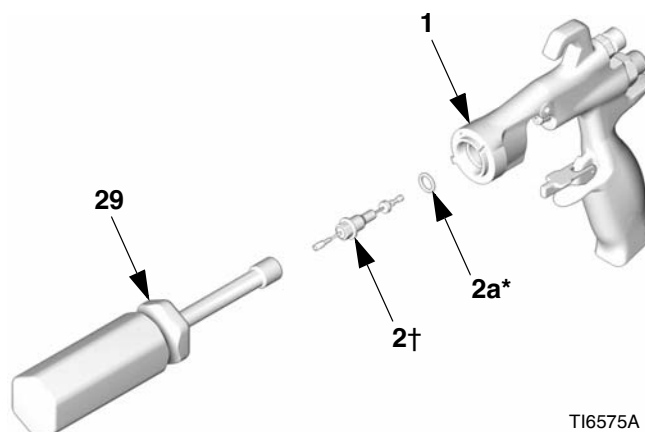
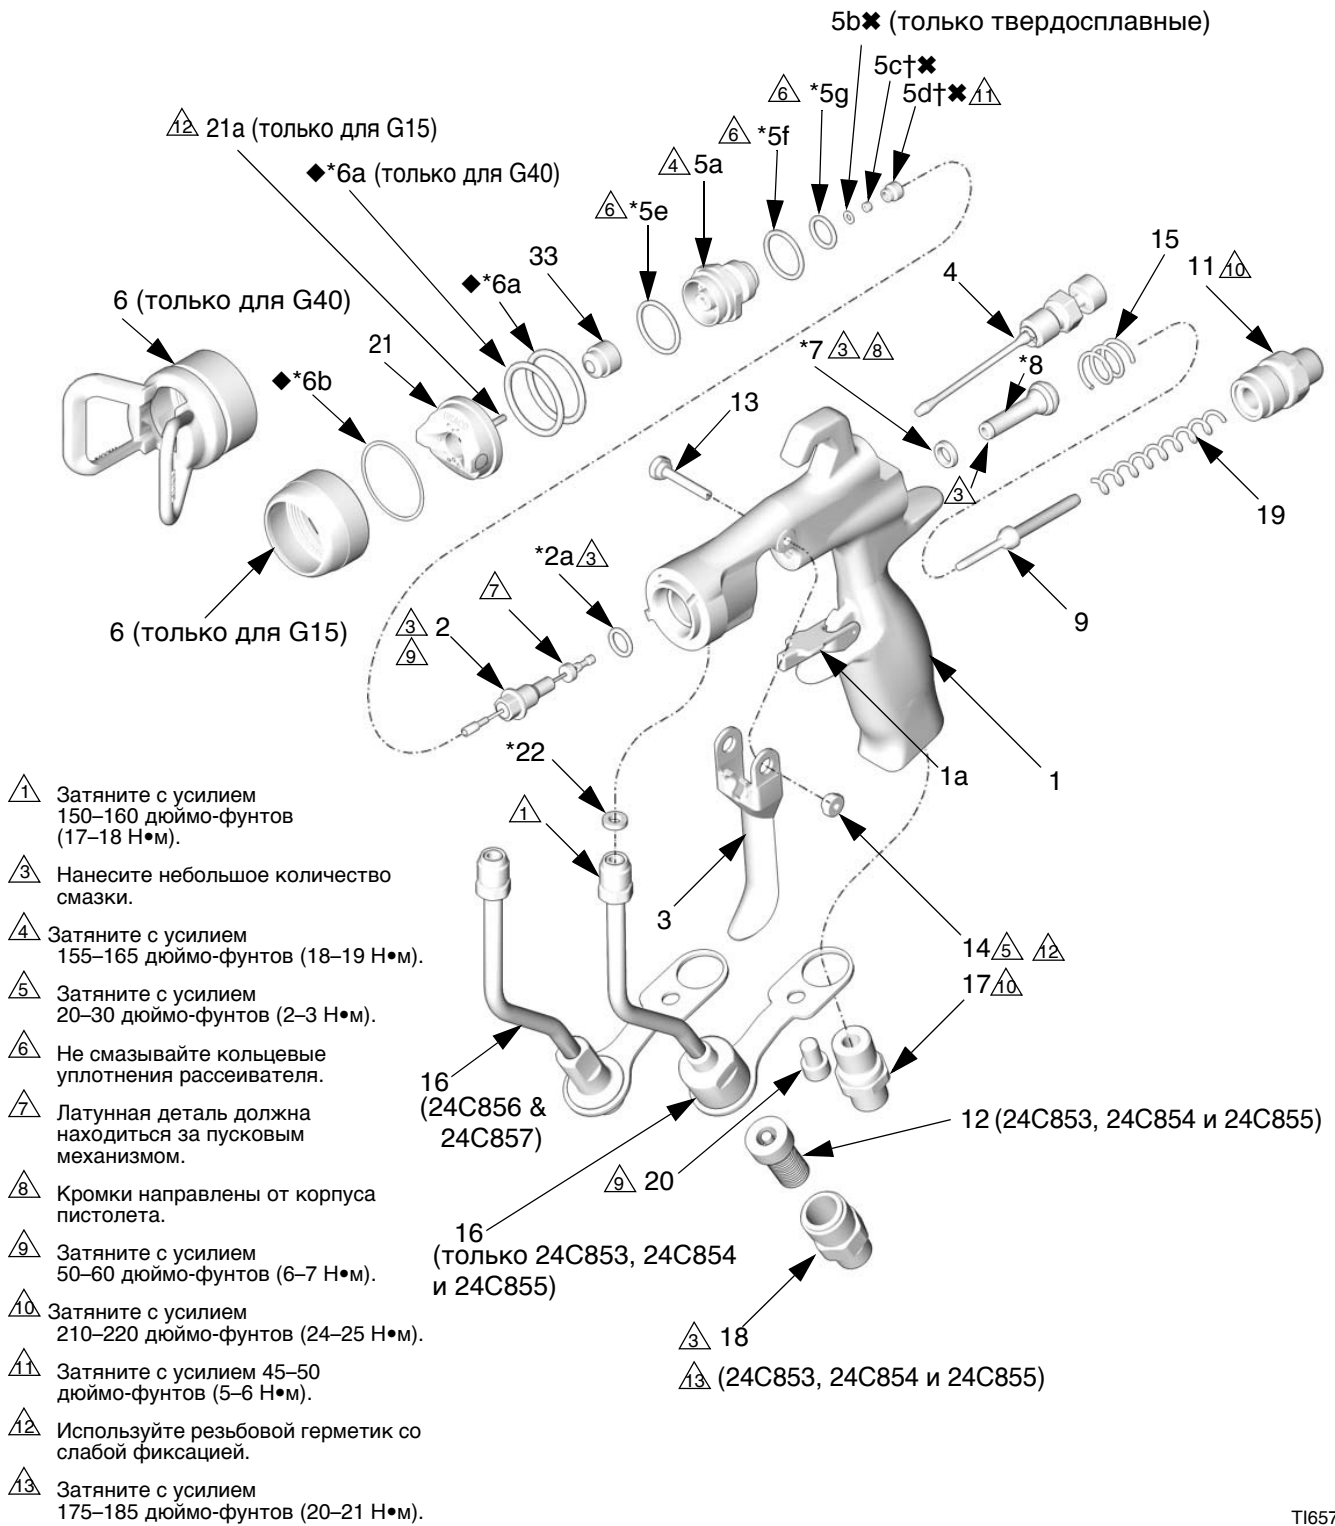

Рис. 42
Рис. 43
1. Установите прокладку трубки (22\*) в пистолет. Затяните вручную соединение трубки (С) на входном патрубке пистолета для жидкости. Затяните вручную входной патрубков для воздуха (17) и винт (20). Затяните соединение трубки для жидкости с усилием 150–160 дюймо-фунтов (17–18 Н•м). Затяните входной патрубков для воздуха с усилием 210–220 дюймо-фунтов (24–25 Н•м). Затяните винт скобы трубки жидкости с усилием 50–60 дюймо-фунтов (6–7 Н•м). См. Рис. 43.
2. Установите проходной фильтр для жидкости (12) в основание трубки для жидкости. Закрутите входной патрубков для жидкости (18) на основании трубки. Затяните с усилием 175–185 дюймо-фунтов (20–21 Н•м). См. Рис. 43.
4. Нанесите смазку на переднюю сторону воздушного вентиля (8\*). Осторожно установите в пистолет с задней стороны, через уплотнение с u-образным сечением (7\*), насколько возможно. Не повредите уплотнение. См. Рис. 43.
5. Осторожно вставьте более тонкий конец стержня (9) в воздушный вентиль (8\*).
6. Установите две пружины (15 и 19). Закрепите тарелку пружины (11) с задней стороны корпуса пистолета. Затяните с усилием 210–220 дюймо-фунтов (24–25 Н•м).
7. Нанесите небольшое количество смазки на кольцевые уплотнения иглы и стержня в месте скольжения уплотнения. Убедитесь, что кольцевое уплотнение (2a\*) установлено на корпусе пистолета (1).
8. Установите иглу для жидкости (2) с передней стороны пистолета. С помощью гаечного ключа (29) закрепите иглу на корпусе пистолета (1) и затяните с усилием 50–60 дюймо-фунтов (6–7 Н•м). См. Рис. 42.
9. Установите пусковой механизм (3), палец (13) и гайку (14). Нанесите пасту препятствующую отворачиванию низкой фиксации и убедитесь, что латунная часть иглы (2) находится за пусковым механизмом. См. Рис. 43. Нанесите смазку на обе стороны пальца в местах контакта пускового механизма с пальцем и на втулку с обеих сторон пистолета в местах контакта пускового механизма с корпусом пистолета. Затяните гайку с усилием 20–30 дюймо-фунтов (2–3 Н•м).
10. Запустите пистолет, чтобы втянуть иглу, в то время как вы закрепляете рассеиватель (5) к корпусу пистолета (1) с помощью специального инструмента (30). Затяните с усилием 155–165 дюймо-фунтов (18–19 Н•м). После затягивания фланец будет касаться нижней части пистолета.
11. Прикрепите фиксирующее кольцо (6), воздушную головку (21) и распылительный наконечник (33).